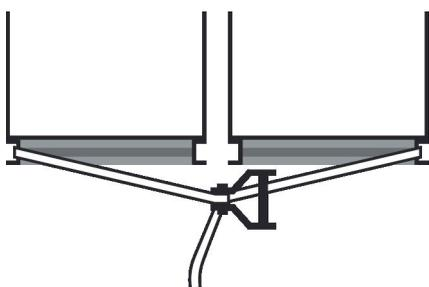

Abb. 13: Spanngurt anlegen
1. ▶ Einen Spanngurt an den Gerätegrundrahmen von 2 RLT-Bauteilen anlegen (Abb. 13).